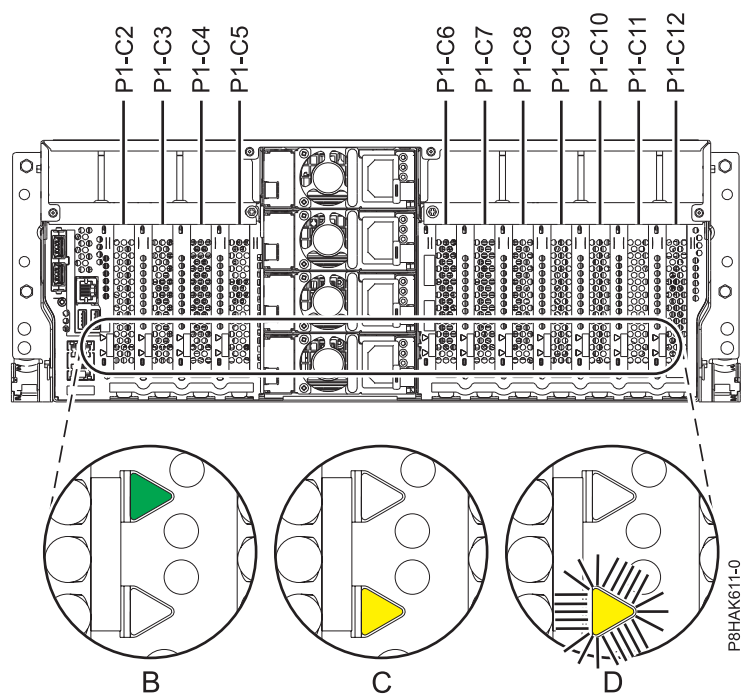
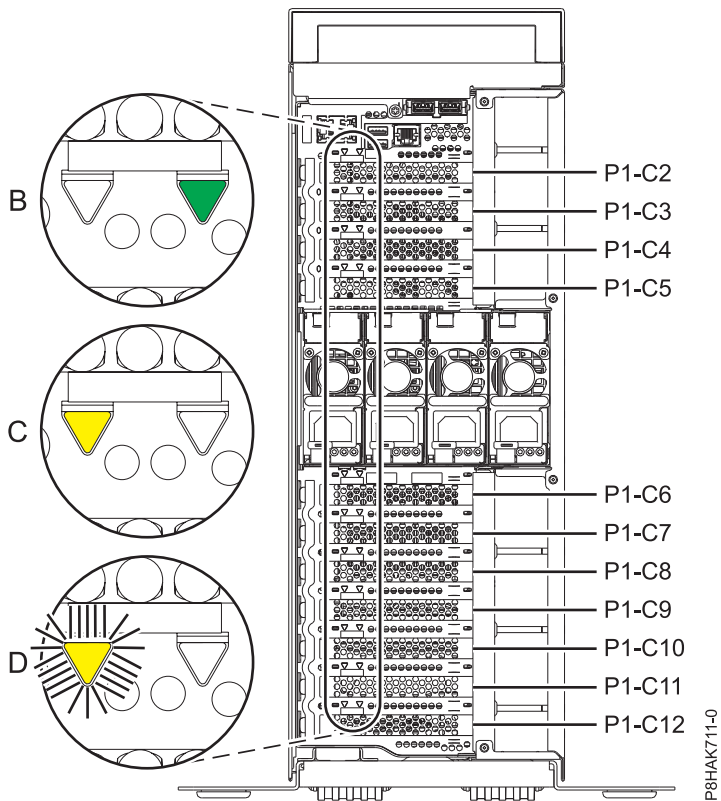

Figura 56. Ubicaciones de la ranura del adaptador PCIe y ubicaciones de los LED en un sistema montado en bastidor
Figura 57. Ubicación de la ranura del adaptador PCIe y de los LED en un sistema 8286-41A autónomo
1. La Familiarícese con las ubicaciones de las ranuras del adaptador PCIe y los indicadores de servicio del adaptador PCIe al que desea aplicar el servicio. Los Adaptadores PCIe se instalan en la parte posterior del sistema. En la Figura 56 y la Figura 57 en la página 66 muestran las ubicaciones de los adaptadores PCIe en un sistema y las ubicaciones de los diodos emisores de luz (LED) del adaptador PCIe.